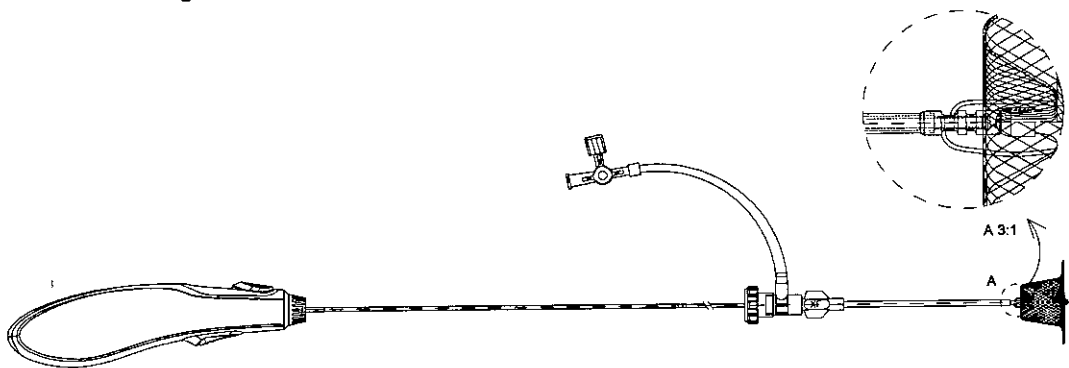
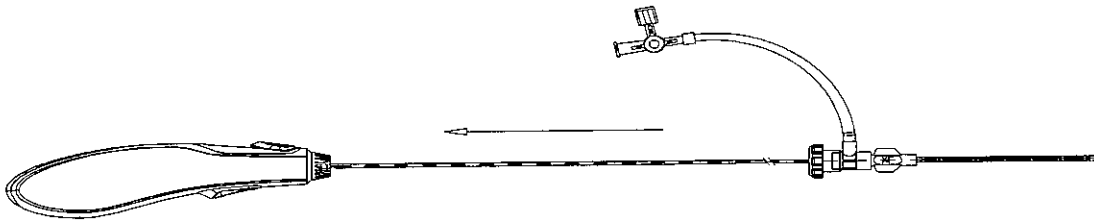

Figura 4 Ilustración del sistema de oclusión de CAP CeraFlex™
Figura 5 Ilustración de la carga del dispositivo en un cargador
- Compruebe con cuidado la unión entre el ocluidor y el cable de implantación (vea la Figura 4). Sumerja el dispositivo y el cargador en solución salina e introduzca el ocluidor de CAP CeraFlex™ en el cargador con un movimiento de sacudida (vea la Figura 5).